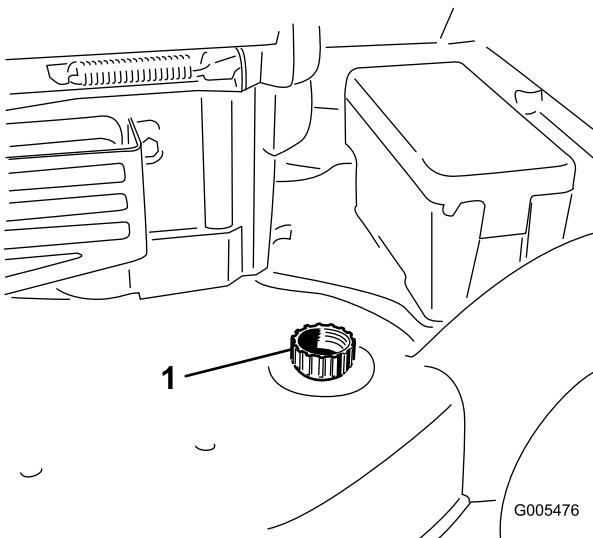

Figure 54
3. Branchez un tuyau d'arrosage relié à l'alimentation en eau au raccord de lavage du carter du plateau de coupe (Figure 54).